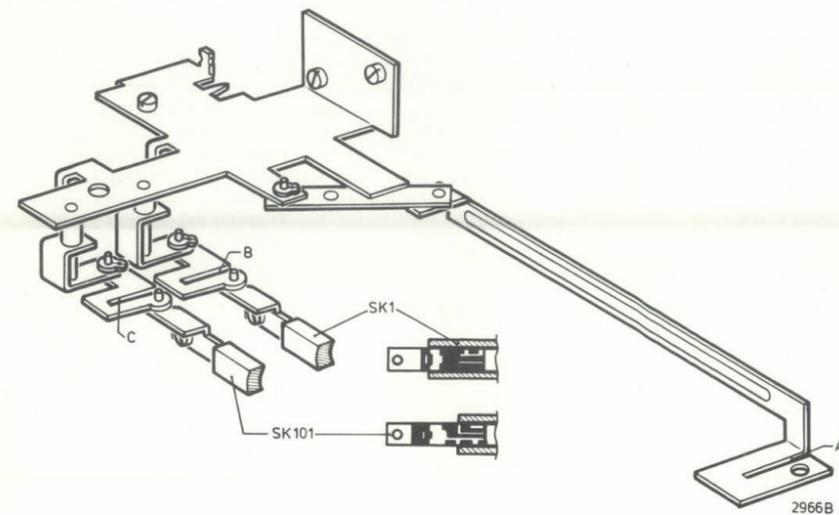

Fig. 15
- . De afstand tussen poelie 78 en impulskep K3 (80) moet 0,15-0,2 mm zijn.
6. Instelling van de schuifschakelaars (fig. 15, 16)
SK1,101 (fig. 15)
- . Bij niet ingedrukte "REC"-toets moet de loper van SK1,101 in de stand staan welke fig. 15 aangeeft.